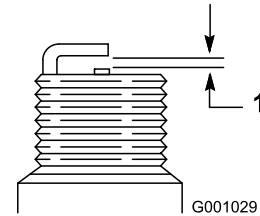

Figure 37
4. Réglez l'écartement des électrodes de la nouvelle bougie à 0,76 mm, comme montré à la Figure 37.